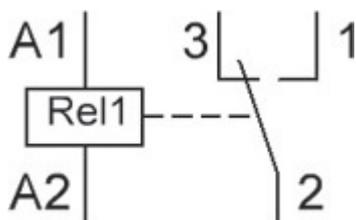

Рис. 12.1. Схема подключения реле к Arduino (n-канальное управление)
Реле – это электрически управляемый, механический переключатель, имеет две раздельные цепи: цепь управления, представленная контактами (A1, A2), и управляемая цепь, контакты 1, 2, 3 (см. рис. 12.1). Цепи никак не связаны между собой. Между контактами A1 и A2 установлен металлический сердечник, при протекании тока по которому к нему притягивается подвижный якорь (2). Контакты же 1 и 3 неподвижны. Стоит отметить, что якорь подпружинен, и пока мы не пропустим ток через сердечник, якорь будет прижатым к контакту 3. При подаче тока, как уже говорилось, сердечник превращается в электромагнит и притягивается к контакту 1. При обесточивании пружина снова возвращает якорь к контакту 3.